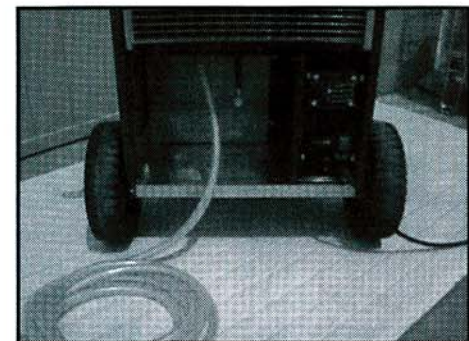

Fig. 3
2) Conectando un tubo de plástico de diámetro interno 12 mm (instalado por el cliente) al portagomas colocado en el agujero de descarga (fig.3);